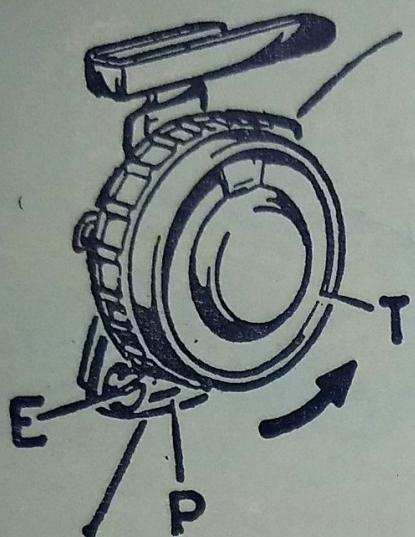

Fig. 9
- La tensión del hilo superior disminuye girando el botón "T" (fig. 9) en la dirección de la flecha; aumenta girándolo en dirección opuesta.
NOTA - Debiéndose coser tejidos gruesos o de fuerte espesor, puede ser conveniente aflojar el tornillo "E" (fig. 9) y desplazar ligeramente, en dirección contraria a la flecha, la plaquita "P".